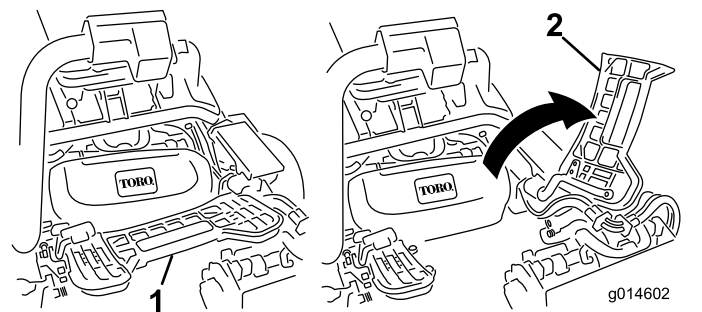

Bild 57
2. Heben Sie die Fußplattform an und schwenken sie in die geöffnete Stellung, um die Stellung der mittleren Schneideinheit zugänglich zu machen (Bild 57).